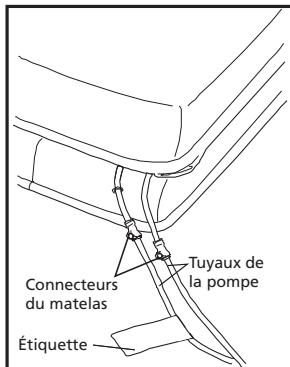

Figure 1 : Connecteurs des tuyaux du matelas
2. Fixer les tuyaux de pompe au matelas comme indiqué ci-dessous (Figure 1) :